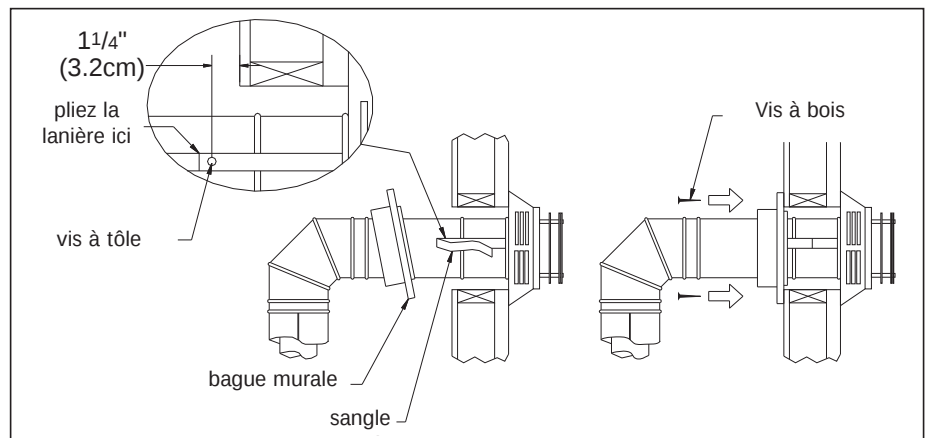

Figure 25: l'installation de coupe-feu mural décoratif
6. Faites glisser l'appareil et son système d'évacuation vers le mur, en insérant soigneusement le tuyau d'évacuation dans l'ensemble de bouchon. Il est important que le tuyau d'évacuation se étendent dans le capuchon d'évent d'une distance suffisante avec un minimum de 1 ¼" (3,2 cm) se chevauchent. Sécuriser la connexion entre le tuyau du chapeau d'évacuation et le bouchon de ventilation en attachant les deux sangles en tôle se étendant de l'ensemble du chapeau d'évacuation dans la paroi extérieure du tuyau de ventilation. Utilisez les deux vis à tôle fournies pour connecter les sangles pour le tuyau de ventilation. Bend toute portion restante des sangles en tôle vers le bouchon de ventilation, de sorte que la bague murale décorative se cacher (voir image de gauche dans la Figure 25).
7. Faites glisser le mural décoratif Thimble jusqu'à la surface du mur et fixez avec les vis fournies. Appliquer laiton décoratif ou garniture chromée si désiré (voir image de droite dans la Figure 25).